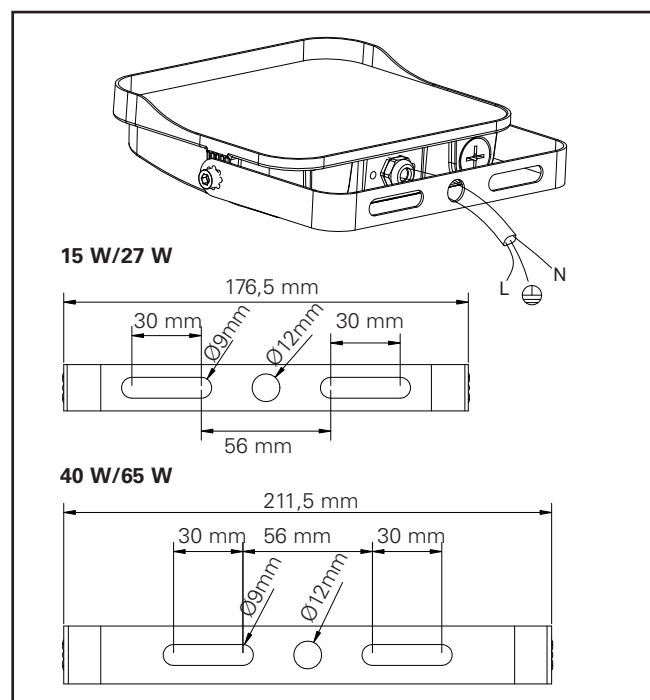

Figure 2
1. Installez le luminaire sur la surface en utilisant le modèle de trou indiqué sur le support d'étrier (figure 2).